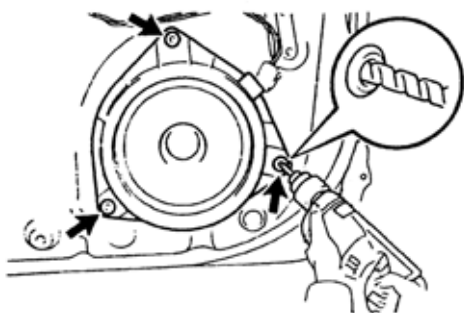

图 9-176
(2)用一个直径小于 4mm 钻头，钻开 3 个铆钉，从前门板上拆下 1 号扬声器总成，如图 9-176 所示。